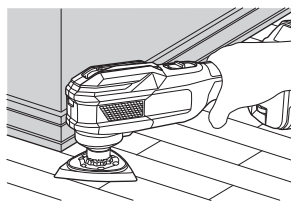

Fig. 15
- (1) Encienda la unidad y utilice el dial para ajustar la velocidad de la herramienta de aplicación.
- (2) Coloque con suavidad la herramienta de aplicación sobre el material y mueva la herramienta de aplicación hacia atrás y hacia delante a un ritmo en el que el movimiento no sea ralentizado. (Fig. 15)